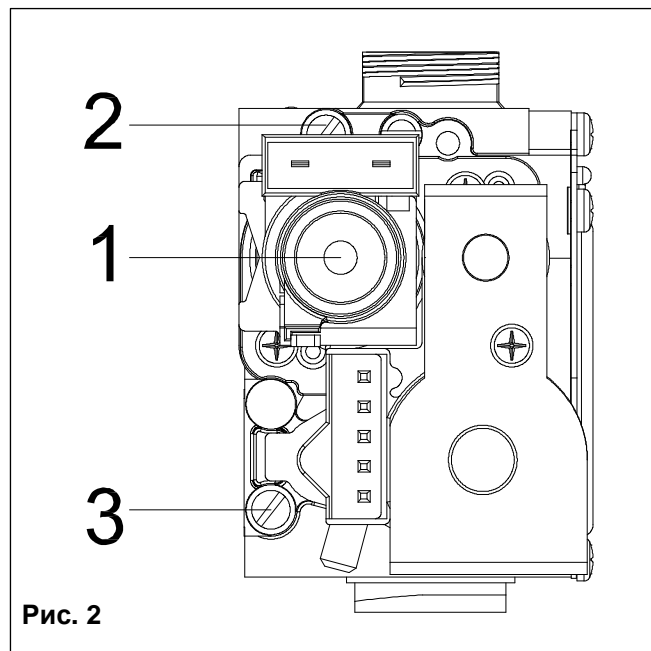

Рис. 2
- С помощью манометра **М** (рис. 2) убедитесь в том, что давление в системе достигает половины зеленого сектора (1,2 бар, см. рис. 3), и что на дисплее панели управления не отображается код H2O.
- Ослабьте винт точки замера давления № 2 (рис. 2) и вставьте манометр.